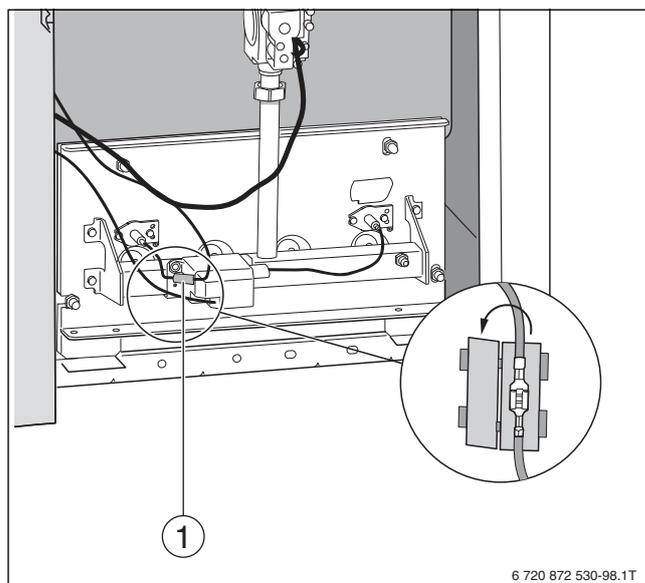

Рис. 53 Демонтаж кабеля ионизации от электрода ионизации
- ▶ Удалите защиту от прикосновения (→ Рис. 53, [1]).